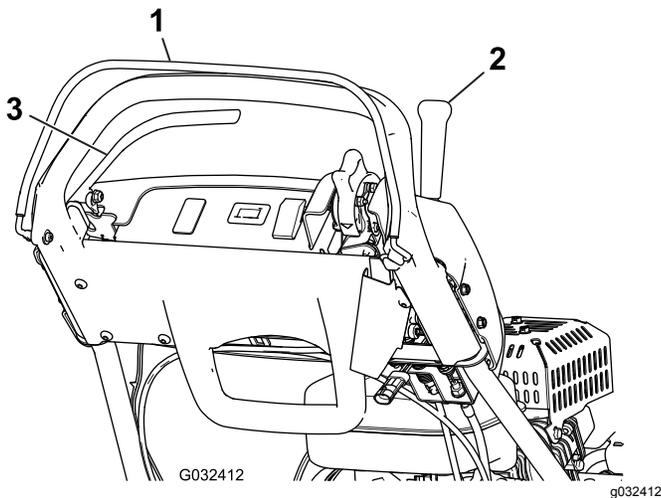

図 29
3. OPCを解除した状態で、走行レバーを入れる図29。レバーが入らなければ正常。走行レバーが入るのはインタロックシステムの異常であるから修理する。必ず修理してから使用すること 走行インタロックスイッチの整備 \(ページ 31\)を参照。
4. OPC を押し、走行レバーを入れた状態から OPC を解除する図 29。走行レバーが外れれば正常。走行レバーが外れないのはインタロックシステムの異常であるから修理する。必ず修理してから使用すること 走行インタロックスイッチの整備 \(ページ 31\)を参照。
5. OPC を押し、シフトレバーを左に入れた状態から走行・リール回転にセットし、OPC を解除する図 29。走行レバーが外れれば正常。走行レバーが外れないのはインタロックシステムの異常であるから修理する。必ず修理してから使用すること 走行インタロックスイッチの整備 \(ページ 31\)または リールコントロールの調整 \(ページ 35\)を参照。
6. OPC を押し、シフトレバーを左に入れて走行とリール回転を開始し、その状態からシフトレバーを右に操作してリール回転を解除する図 29。リールが解除されれば正常。リールが停止しないのはインタロックシステムの異常であるから修理する。必ず修理してから使用すること リールコントロールの調整 \(ページ 35\)を参照。
2. OPC を握った状態で、走行レバーを入れ、エンジンコントロールを始動位置にして図 29、エンジンの始動を試みる。エンジンが始動しなければ正常。エンジンが掛かるのはスイッチの異常であるから修理する。必ず修理してから使用すること 走行インタロックスイッチの整備 \(ページ 31\)を参照。
2. 走行レバーを解除した状態とし、常用ブレーキを掛けた状態とし、エンジンコントロールを始動位置にして図 29、エンジンの始動を試みる。エンジンが始動すれば正常。エンジンが掛からないのはスイッチの異常であるから修理する。必ず修理してから使用すること ブレーキインタロックスイッチの整備 \(ページ 32\)を参照。
3. エンジンを始動させ、常用ブレーキ駐車ブレーキではなくを掛け、OPC を押した状態から走行レバーを入れる図 29。機体が走行しようとするが、エンジンは停止しない。エンジンがすぐに停止するのはスイッチの異常であるから修理する。必ず修理してから使用すること ブレーキインタロックスイッチの点検 \(ページ 21\)を参照。
4. エンジンを始動させ、駐車ブレーキラッチを掛け、OPC を押した状態から走行レバーを入れる図 29。エンジンが停止すれば正常。エンジンが停止しないのはスイッチの異常であるから修理する。必ず修理してから使用すること ブレーキインタロックスイッチの整備 \(ページ 32\)を参照。